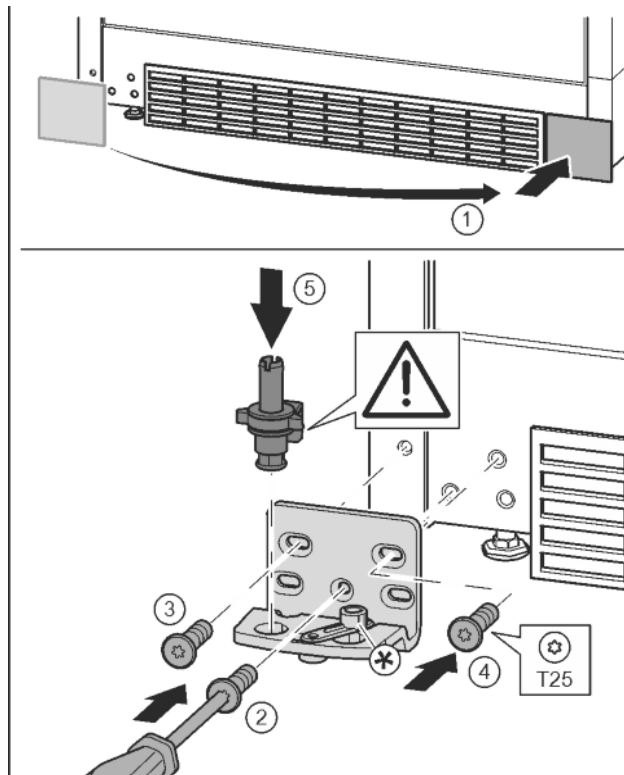

Fig. 17
- Zdjąć osłonę i założyć z drugiej strony. Fig. 17 (1)
- Płytkę zawiasu założyć z drugiej strony i przykręcić przy pomocy śrubokręta T25. Rozpocząć śruby 2 dolnej umieszczonej na środku. Fig. 17 (2)
- Dokręcić śrubę 3 i 4. Fig. 17 (3, 4)
- Założyć cały sworzeń płytki zawiasu. Przy tym zwrócić uwagę, by krzywką zatrzaskowa wskazywała do tyłu. Fig. 17 (5)